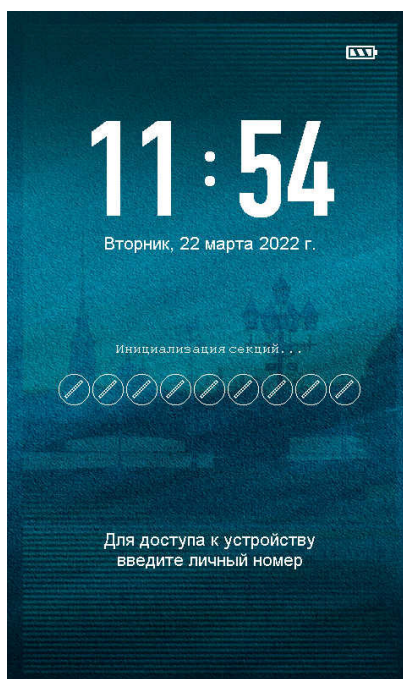

Рис. 6.3 Вид «заставки»
6.6. Подключить изделие к электросети. После инициализации (приблизительно через 30 секунд) на дисплее появится «заставка», содержащая текущую дату и время, установленные в изделии, приглашение к идентификации администратора и индикатор заряда аккумуляторной батареи (см. Рис. 6.3). Также будет показан процесс установления связи с секциями хранения. По окончании процесса на экране появится логотип предприятия-изготовителя. До окончания процесса установления связи с секциями пользователи не будут иметь доступа к ячейкам, для администратора и дежурного разрешен вход в меню.
Изначально после подачи питания изделие находится в исходном состоянии (состояние ожидания) и на его сенсорном экране высвечивается «заставка» с приглашением к идентификации (см. Рис. 6.3).